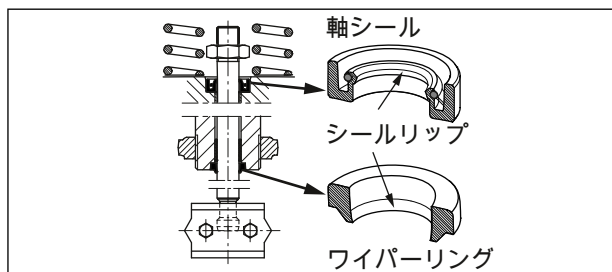

図 16: 軸シールとワイパーリングの調整
6. 適切な工具を用いて軸シールを取り付けます。軸シールを正確に調整してください (図 16 をご覧ください)。
7. 適切な工具を用いて軸シールを取り付けます。軸シールを正確に調整してください (図 16 をご覧ください)。